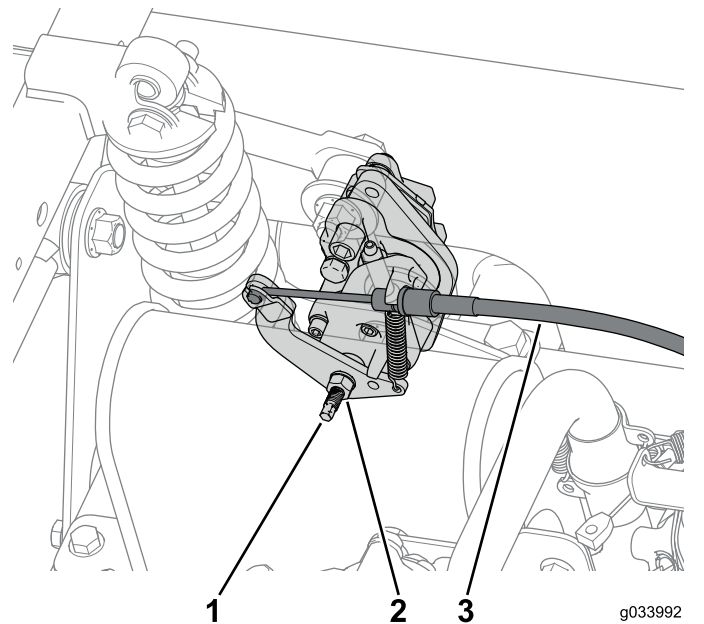

Figura 8
2. Desligue o cabo do travão de mão ligado a cada pinça do travão (Figura 8).
1. Desaperte a porca de retenção e depois rode o parafuso de ajuste duas voltas no sentido contrário ao dos ponteiros do relógio em ambas as pinças dos travões (Figura 8).